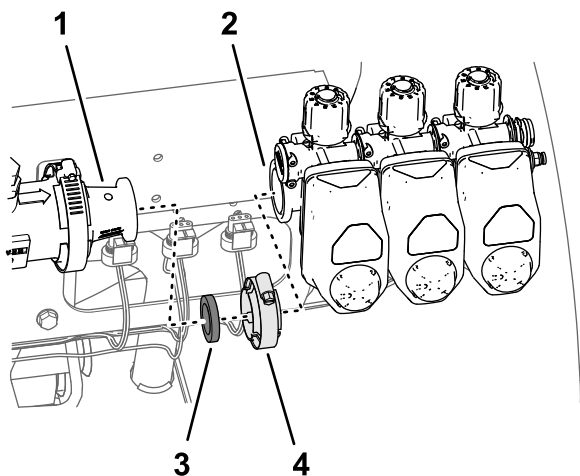

Figura 69
4. Rimuovete le 3 valvole di sezione dalla macchina (Figura 69).